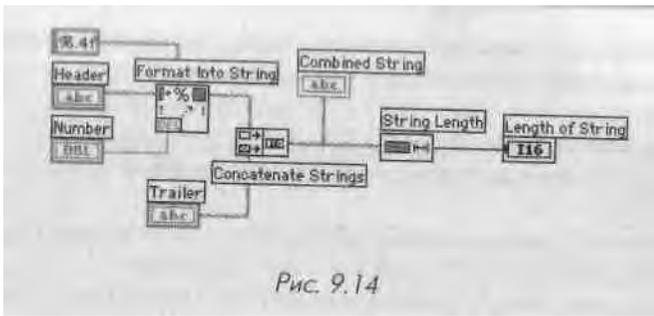

Рис. 9.14
2. Постройте блок-диаграмму, как показано на рис. 9.14. Функция